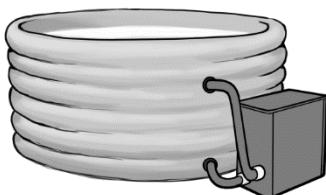
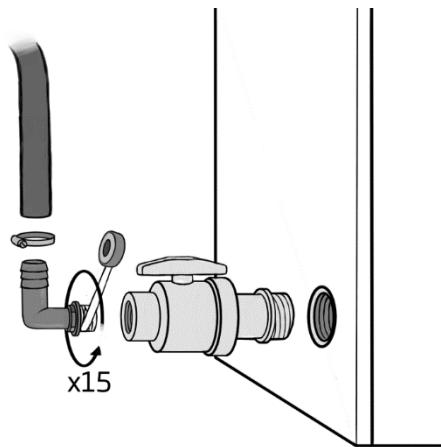

Bild 2 – Anschlussbeispiel Schwimmbecken
Bild 1 – Montage der Ventile
3. Installieren Sie am Ein- und Ausgang des Geräts Schließventile, sodass die Wasserzirkulation für Wartungszwecke unterbrochen werden kann (Bild 1).
4. Die Ansaug- und Rückführleitungen des Wassers werden gemäß den Beckenanschluss-Instruktionen verbunden. (Bild 1& Bild 2) ACHTUNG! Im Becken müssen sich aus Sicherheitsgründen mindestens zwei Ansauglöcher befinden, von denen das Wasser zur Pumpe gelangen kann.